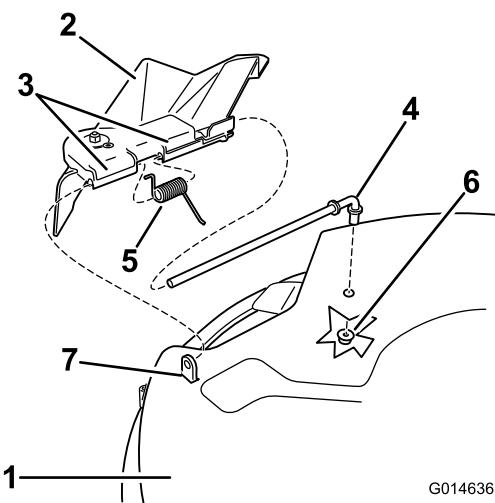

Figure 58
2. Retirez l'écrou (3/8 po) de la tige, sous le tablier de coupe (Figure 58).
3. Sortez la tige de la courte cheville de positionnement, du ressort et du déflecteur d'herbe (Figure 58).
5. Remettez en place le déflecteur d'herbe (Figure 58)
7. Placez le ressort sur la tige, les fils d'extrémité dirigés vers le bas, entre les supports du déflecteur d'herbe. Insérez la tige dans le deuxième support du déflecteur d'herbe (Figure 58).
9. Fixez l'extrémité arrière de la tige dans le tablier de coupe à l'aide d'un écrou (3/8 po), comme montré à la (Figure 58).
1. Localisez les éléments montrés à la Figure 58.